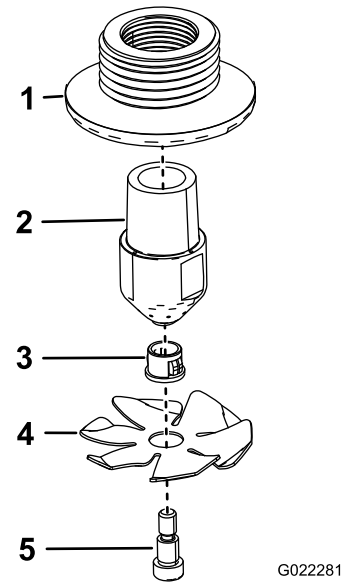

Figura 5
- Assemblate i 2 ugelli di lavaggio come illustrato in Figura 5.